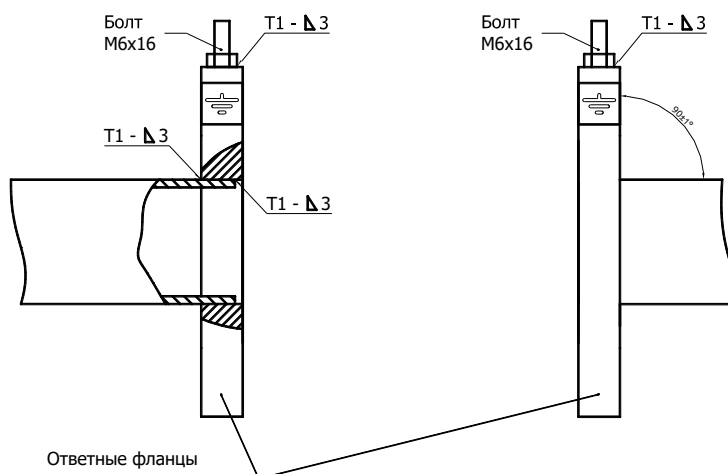

Рисунок 8.6
8.3.5 К прямолинейным участкам трубопровода приварить фланцы в соответствии с ГОСТ 12820-80, при этом угол между осью трубопровода и плоскостью фланца должен быть  $90 \pm 1^\circ$ . Фланцы следует приваривать таким образом, чтобы после установки расходомера (ППР) ось электродов ППР лежала в горизонтальной плоскости (допустимое отклонение от линии горизонта  $\pm 10^\circ$ ). При монтаже ответных фланцев необходимо приварить болт заземления к верхней части монтируемого фланца (см. рисунок 8.6).